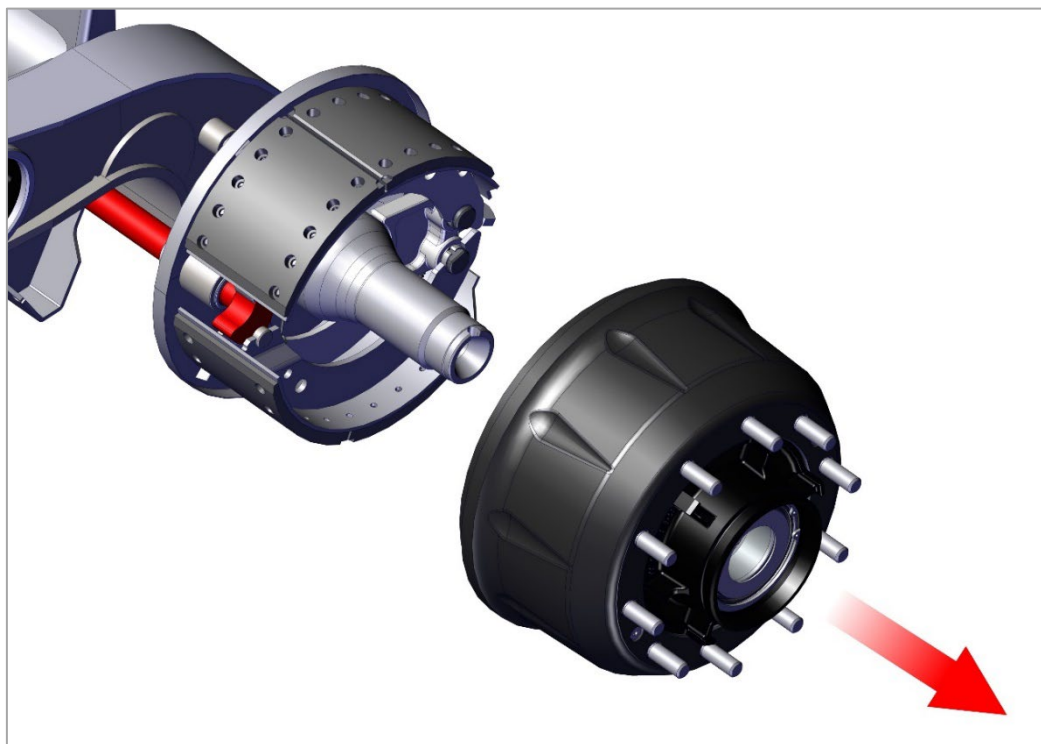

Рис. 22. Снятие сборочного узла ступицы и барабана
4) извлеките сборочный узел ступицы и барабана. Категорически запрещается снимать барабан, не сняв предварительно колесо (рис. 22);